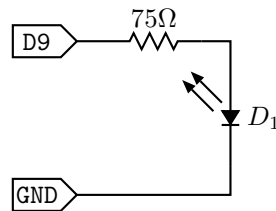
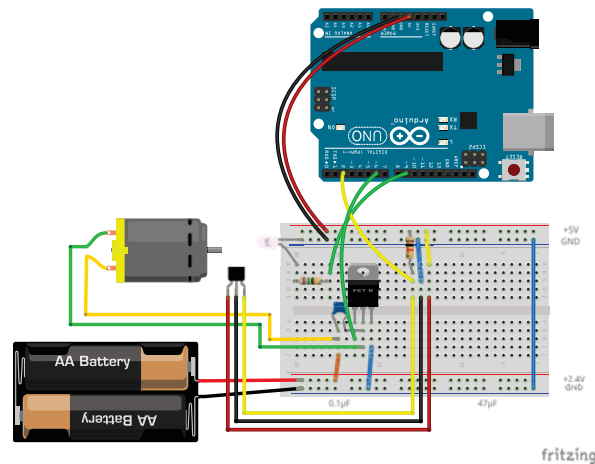

図 6.11 白色 LED 発光回路
図 6.12 図 6.11 の回路のブレッドボード上での実装
1. 前回の実験「第 5 章 信号処理」の回路に追加して、図 6.11 の LED 発光回路をブレッドボード上に作成し、信号線をマイコンの出力ポート D9 に接続せよ (図 6.12)。